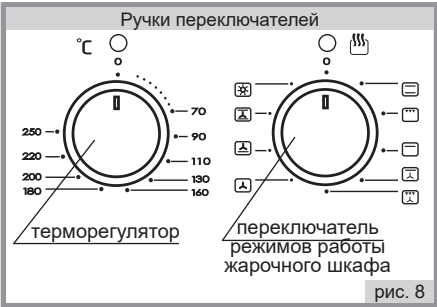

рис. 8
- Для включения нагревательных элементов необходимо повернуть по часовой стрелке ручку терморегулятора (рис.8) и установить выбранный температурный интервал. При этом над ручкой загорается желтая сигнальная лампочка.